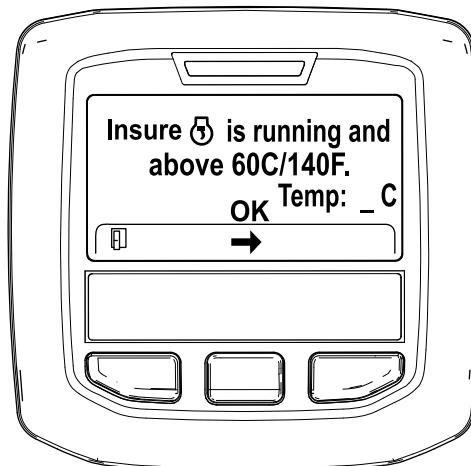

Figura 47
- Si la temperatura del refrigerante se encuentra por debajo de 60 °C (140 °F) aparece el mensaje "Insure (engine) is running and above 60C/140F" (Asegúrese de que está funcionando y por encima de 60 °C/140 °F). (Figura 47).